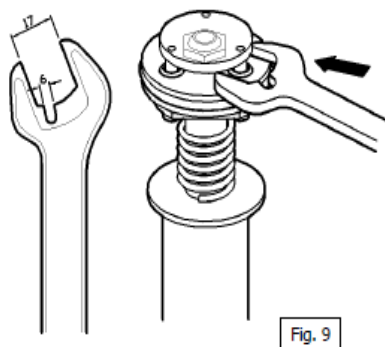

Рис. 9
1. Установить насос в зажимном приспособлении в горизонтальном положении и зажать по корпусу (16). Снять четыре винта (13) и приподнять цилиндр пневматического мотора (1).
2. Проверить верхнюю пружину (2) и пружинный упор (3) внутри цилиндра пневматического мотора. Заменить в случае повреждения.
3. Снять нижнее пружинное разрезное кольцо (15) и глушитель (14) и потянуть вверх инвертирующий механизм (4) до появления канала поршня насоса (8) в отверстии там, откуда был снят глушитель. Вставить стальной шток (8 мм) в канал для блокирования поршня и предотвращения ротации.
4. Использовать приготовленный гаечный ключ, 17 мм, (см. рис. 9) для снятия инвертирующего механизма (4).